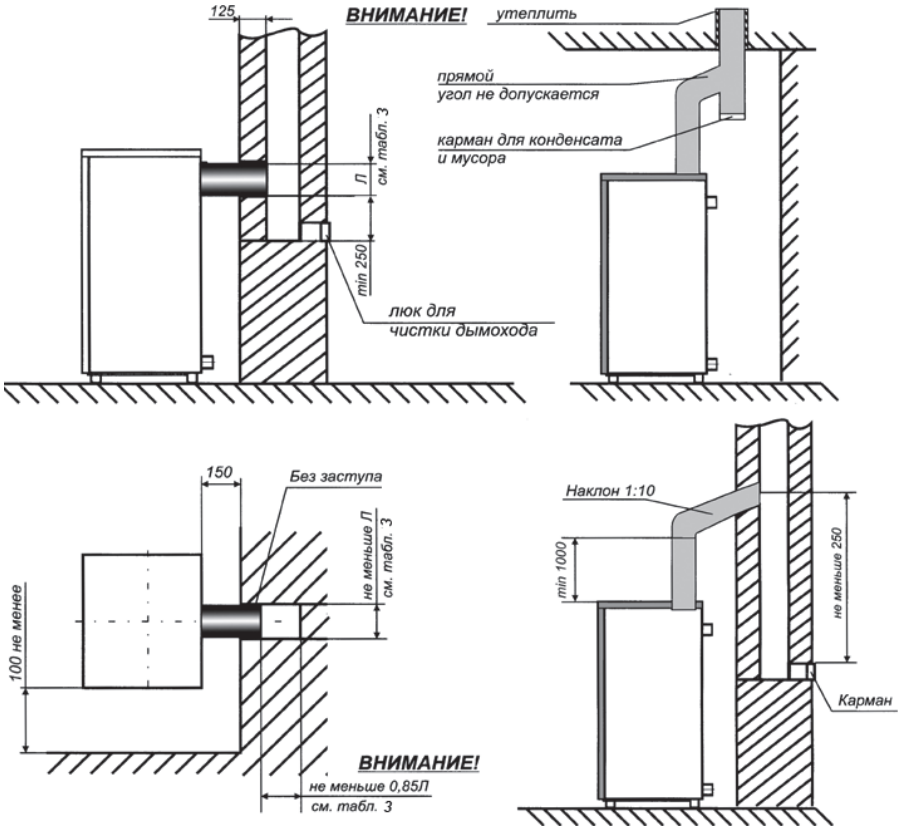

Рис. 4. Схема подключения котла к дымовому каналу и план установки котла
- 6.10. Присоединение котла к дымоходу (рис.4) должно осуществляться трубами из кровельной стали. Диаметр трубы должен быть не менее размера газохода котла. Трубы должны надвигаться одна на другую по ходу отвода продуктов сгорания не менее, чем на 0,5 своего диаметра, и быть уплотненными. Допускается подсоединять котел к дымоходу гибким гофрированным металлическим патрубком при согласовании с газовой службой, но завод-изготовитель не рекомендует использовать гофрированный патрубок, так как могут возникнуть проблемы с тягой. Место соединения патрубка газохода с дымоходом должно быть герметичным. Не допускается подсоединять к дымоходу котла другие отопительные устройства и устанавливать на нем шиббер.
а) дымоход, к которому подключается котел, как правило, должен быть расположен во внутренней капитальной стене здания, рис.4. При расположении дымохода в наружной стене толщина кладки должна соответствовать указанной в таблице 3: